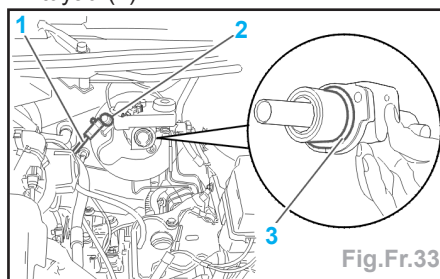

Fig.Fr.33
**Nota :** si la valeur est correcte et que le véhicule présente des symptômes de dysfonctionnement, remplacer le tuyau (1).
- contrôler : la présence du joint d'étanchéité (3) (Fig.Fr.33),
- remplacer le clapet antiretour (2) et le tuyau (1).